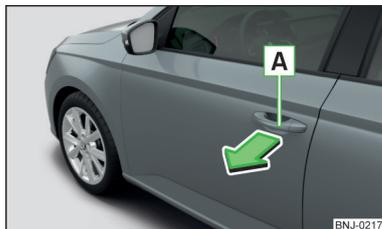

Fig. 33
- Para **abrir do lado de fora**, destrancar o veículo e puxar o manípulo da porta **A** no sentido da seta » Fig. 33.